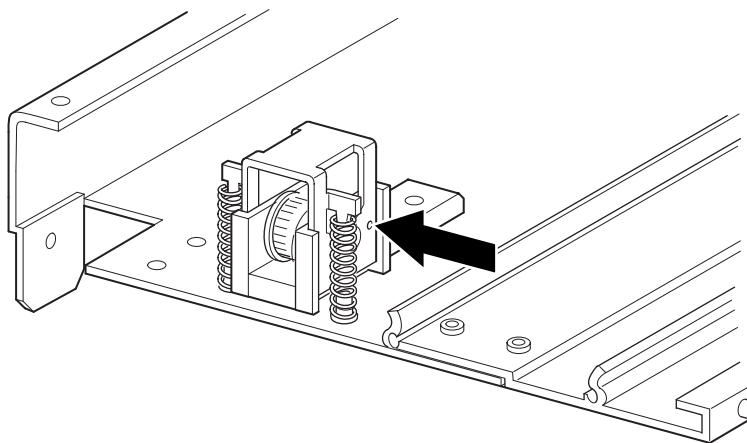

Figura 2–19: Punto zero della rampa tendicinghia/puleggia folle
2. Inserire una graffetta per la carta di grandi dimensioni nei fori. Questa operazione regola la puleggia folle nella posizione zero (vedere la Figura 2–19).